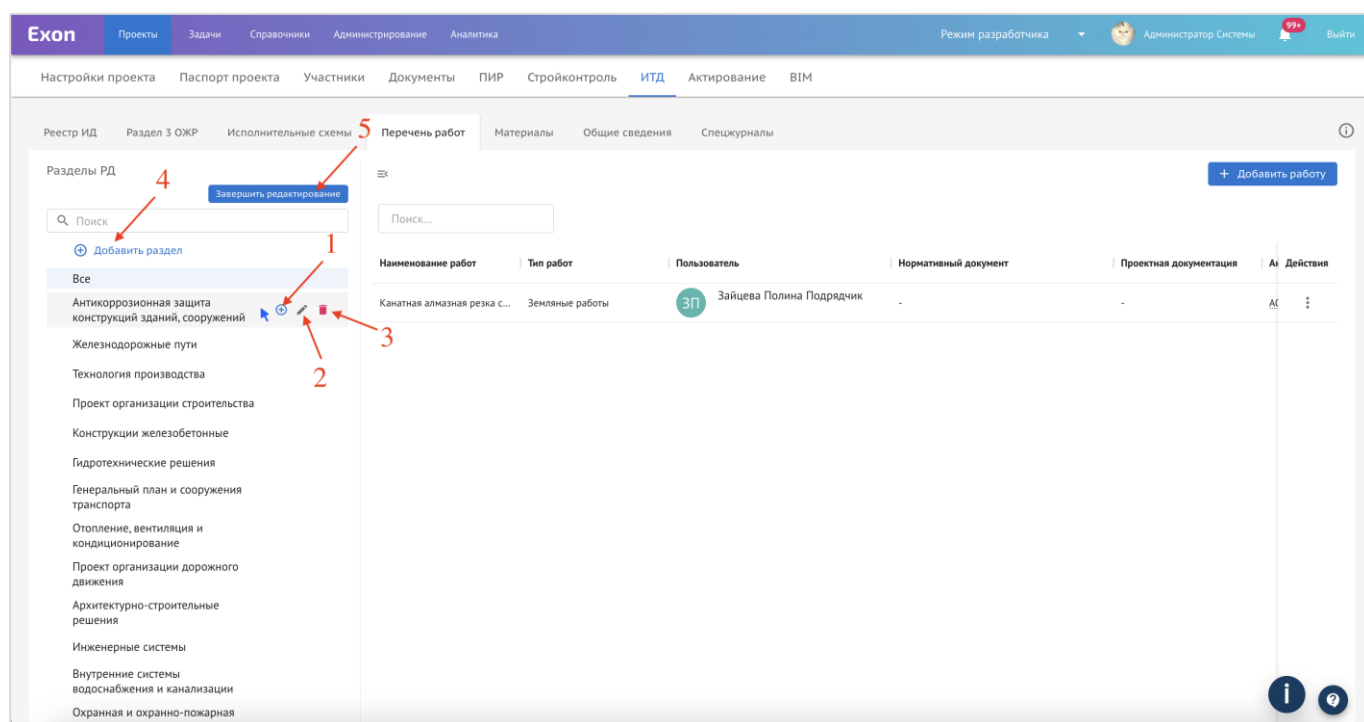

Рис. 26 – Редактирование перечня разделов РД
2. Далее, при наведении курсора мыши на наименование раздела, станут доступны следующие действия, где (рис. 26):
3. В случае необходимости добавления дополнительного раздела, следует нажать на «Добавить раздел» (4) (рис. 26);
4. По окончании внесения изменений в перечень разделом, следует нажать на «Завершить редактирование» (5) (рис. 26).